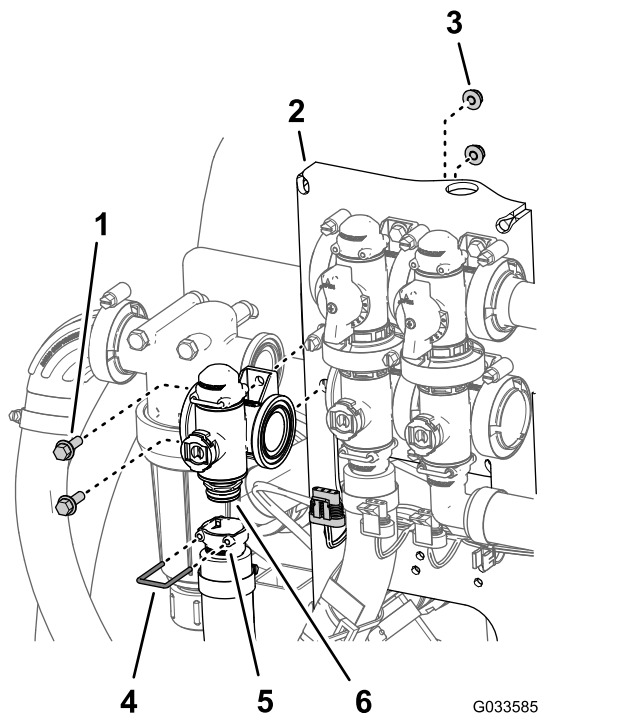

Figure 99
- Retirez l'étrier qui fixe le raccord de sortie à l'accouplement du collecteur du régulateur de débit (Figure 99).
- Retirez les 2 boulons à embase (1/4" x 3/4") et les 2 contre-écrous à embase (1/4") qui fixent le régulateur de débit au support, puis déposez le collecteur de la machine (Figure 99).